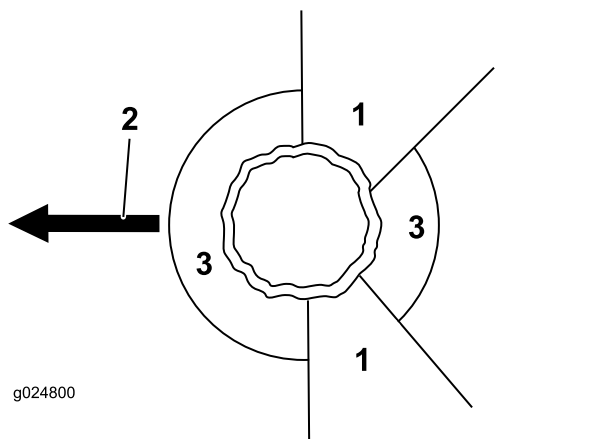

Figura 14
- Individuate una via di fuga sgombra e sicura lungo la quale allontanarsi dalla zona di pericolo; fate riferimento a Figura 14.